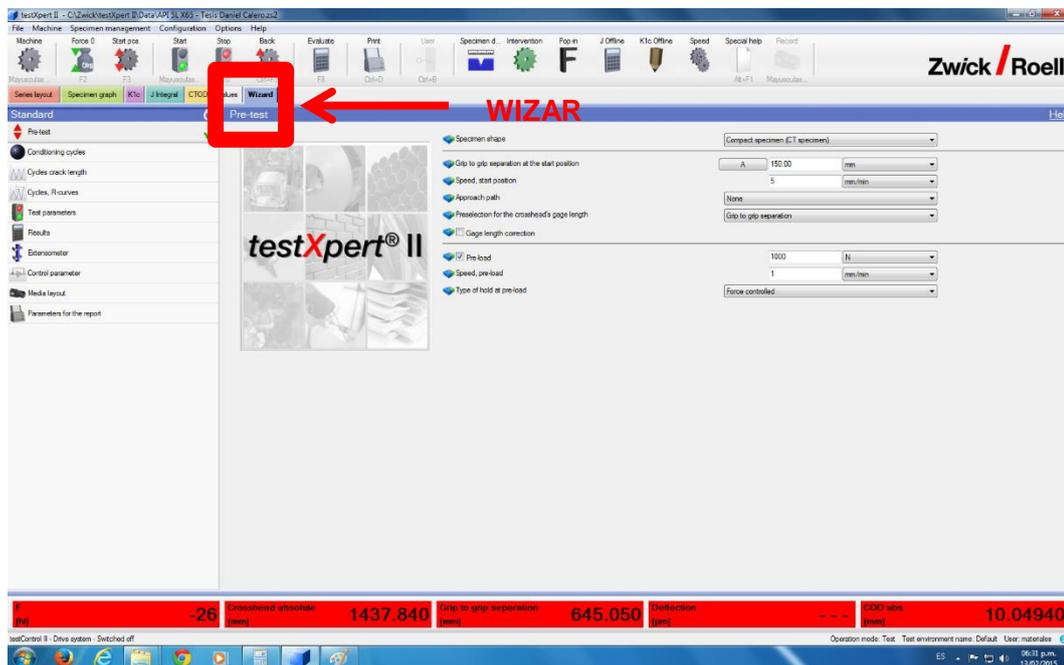

Fig. A7. Pestaña Pretest
A) Pretest: En esta pantalla aparecen diferentes opciones (Fig.A7):